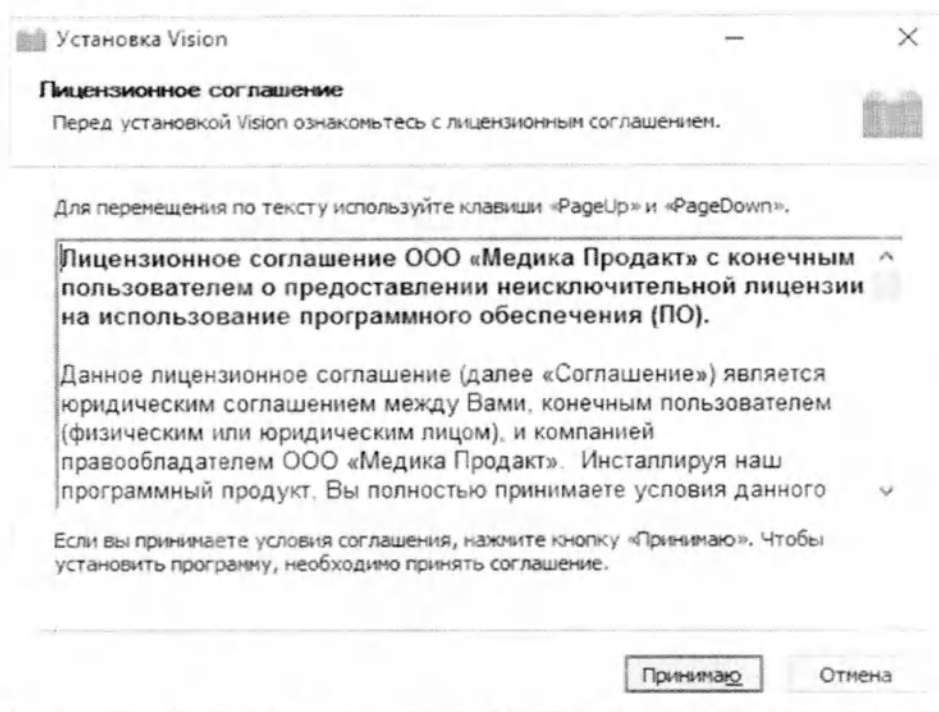

Рис. 10. Лицензионное соглашение
5. После ознакомления с текстом нажмите кнопку «Принимаю» для продолжения установки (Рис. 10).